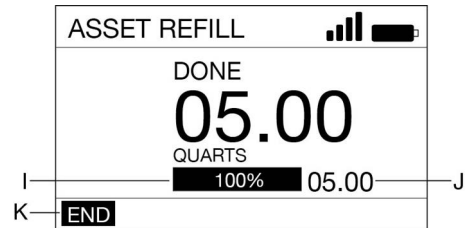

Fig. 31
9. FIN (G) apparaît en surbrillance sur l'écran. Appuyer sur la touche ENTRÉE pour sélectionner (Fig. 31).